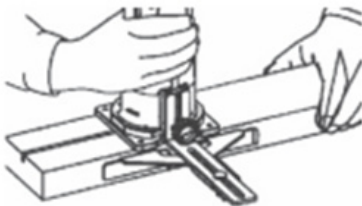

Fig. 6 – Fresado con guía recta
3. Apoye la base de la guía paralela para orientar el trabajo, conforme muestra la Fig. 6;